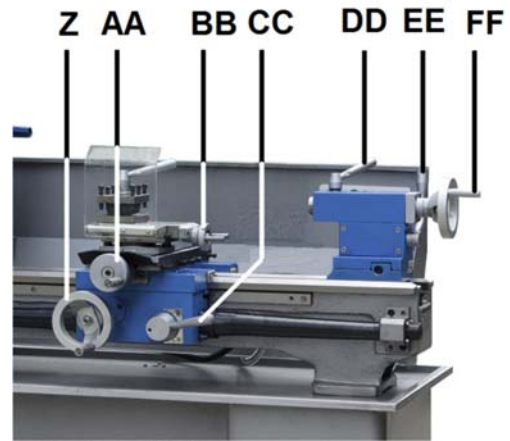

Abb. 10-6: Bedienelemente der Maschine
Schlosskastenverstellweg (Z, Abb. 10-6), Querverfahrweg (AA) und Oberschlittenverfahrweg (BB) können auf Längs- und Planvorschub eingestellt werden.
Den Mutterschlossebel (CC, Abb. 10-6) nach unten drücken, um den automatischen Längsvorschub zu aktivieren. Zum Deaktivieren nach oben drücken.
Die Halbmutter (CC, Abb. 10-6) einrücken.